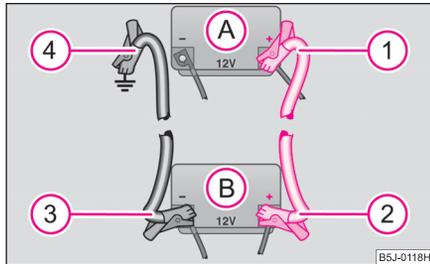

Abb. 175 Starthilfe mit der Batterie eines anderen Fahrzeugs: A - entladene Fahrzeugbatterie, B - stromgebende Batterie
- Befestigen Sie ein Ende **1** am Pluspol  $\Rightarrow$  Abb. 175 der entladenen Batterie **A**.